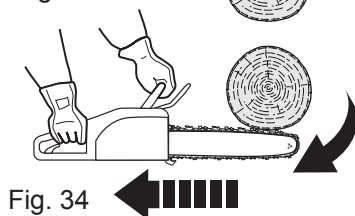

Fig. 34
- > Si la chaîne [3] est pincée au niveau du bord supérieur du guide-chaîne [4], celui-ci peut être projeté brutalement vers l'arrière (Fig. 34).